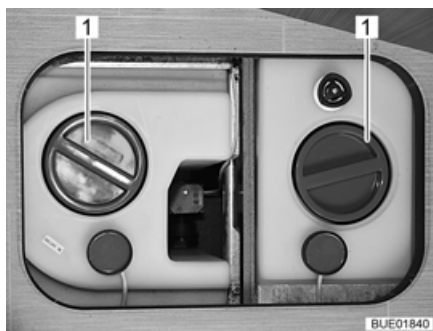

Fig. 210 Serbatoio dell'acqua con maniglia girevole
- Staccare il coperchio (Fig. 210,1) del serbatoio dell'acqua.